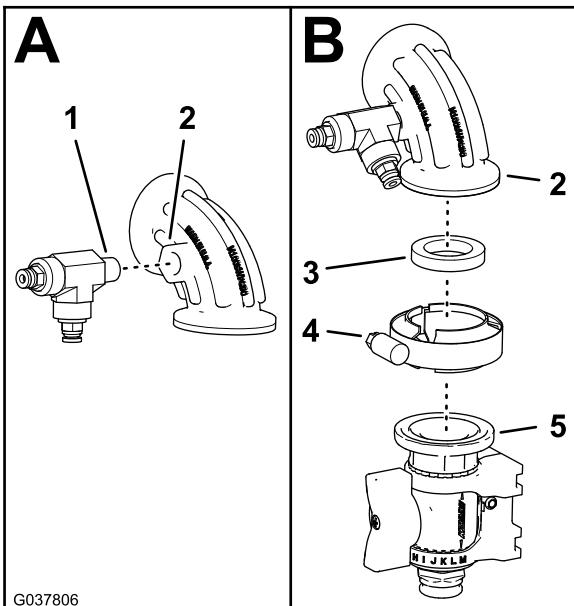

Bild 88
5. Befestigen Sie das T-Anschlussstück, das Sie in Schritt 4 in **Abschließen des Druckmessschlauchs und des Zulaufschlauchs, optionale Spritzpistole oder elektrische Schlauchtrommel (Seite 9)** entfernt haben, im 90°-Krümmer mit einem Druckanschluss (Bild 88).
6. Befestigen Sie den 90°-Krümmer mit einer Dichtung (25 mm x 35 mm) und einer Flanschklemme (40 mm x 64 mm) am Flanschabstellventil (Bild 88).